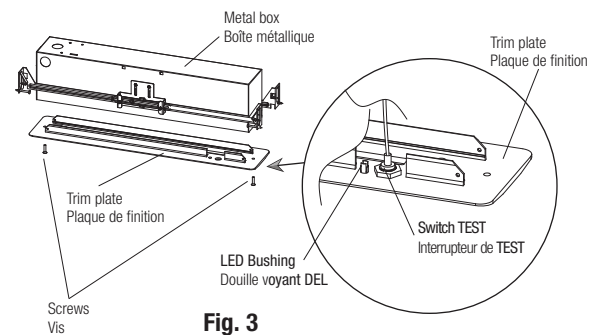

Fig. 3
2. Unscrew the 2 screws of the trim plate and pull out the unit from the metal box (Fig. 3)
5. Unscrew and remove the trim plate from the metal box, if not already done. (Fig. 3).
2. Dévisser les 2 vis de la plaque de finition et retirer l'unité de la boîte métallique (Fig. 3).
5. Dévisser et retirer la plaque de finition de la boîte métallique si ce n'est pas encore fait (Fig. 3).